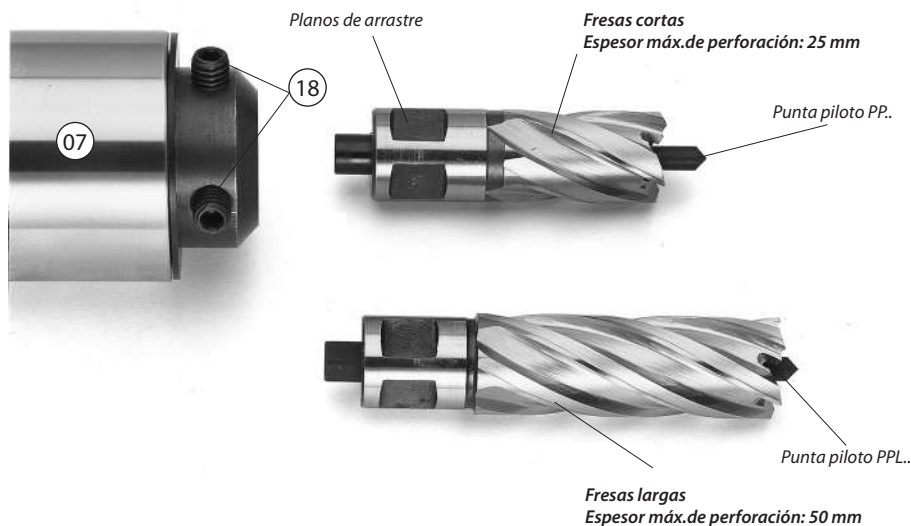

FIG. 8 – MONTAJE DE LAS FRESAS
6.1) Montaje de las fresas (Ref. a Fig. 8 -11)